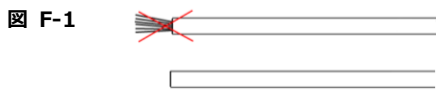

図 F-1
- ・ お使いのハンドルバーの幅や形状にあわせて、ケーブルの長さを調整する必要があります。チューブの曲がりが見つからないように注意しながら、非圧縮ケーブルを適切な長さにカットしてください。この時、切断面が円形で、ほつれがないことを確認してください (図 F-1)。